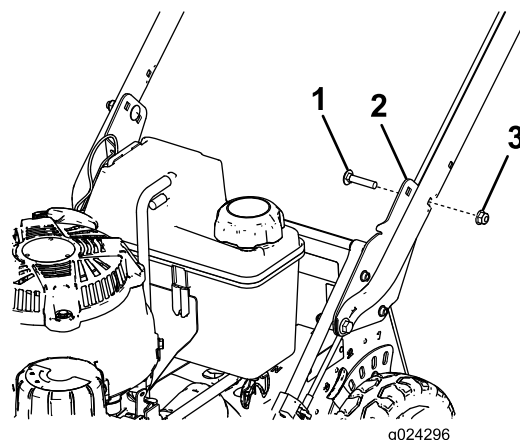

Figura 6
- Staffa della stegola (2)
- Fissate la stegola sulle staffe all'altezza desiderata con 2 bulloni a testa tonda (5/16 x 1 1/2") e 2 dadi flangiati (5/16") come mostrato in Figura 6.